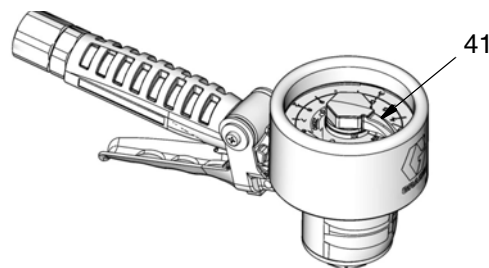

FIG. 9
1. Girare il blocco automatico dell'ugello (101) in senso antiorario per aprire l'ugello. Inserire l'ugello nel ricettacolo dei fluidi e premere il grilletto (12).
2. Osservare il movimento del puntatore (41) sulla manopola del misuratore (37). Lasciare la pressione dal grilletto (12) quando la quantità di fluido desiderata è stata erogata.
3. Girare il puntatore del misuratore (41) in senso antiorario per riportarlo su "0" prima di una nuova erogazione. Vedere FIG. 9